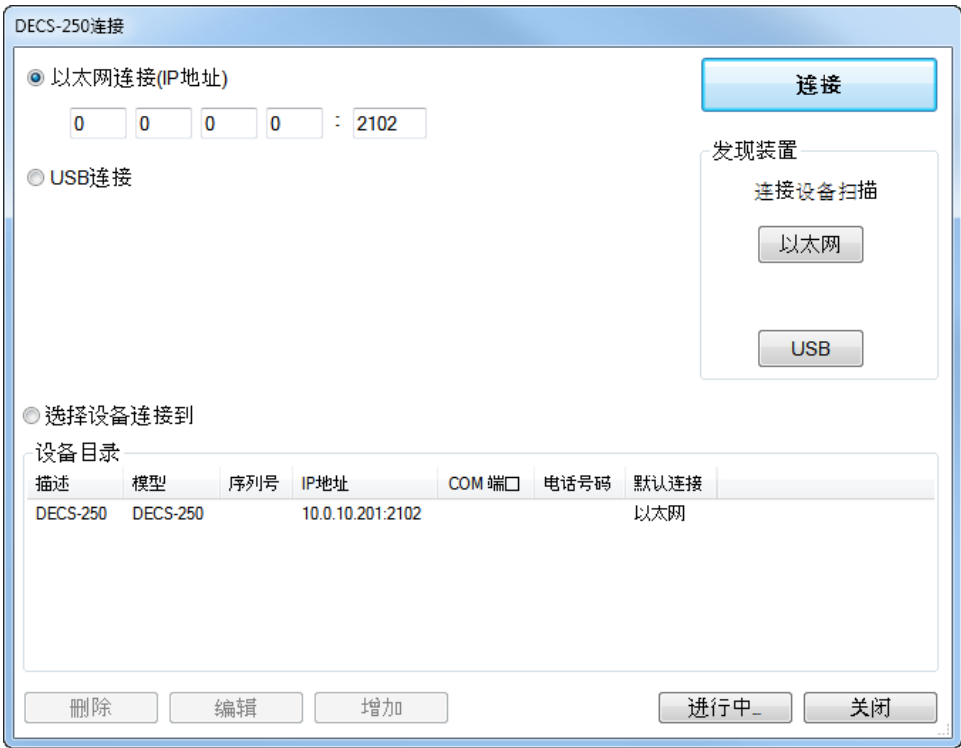

图 22-7. DECS-250 连接窗口
2. 在 BESTCOMS*Plus*® 中，单击通讯、新建连接、DECS-250 或单击下方菜单栏上的连接按钮。出现 DECS-250 连接窗口。（图 22-7）